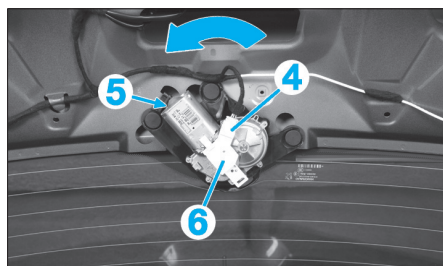

Fig. 136
- Débrancher le connecteur (4) (Fig.136).
- Dégager le mécanisme d'essuie-vitre (6) en (5), l'extraire.